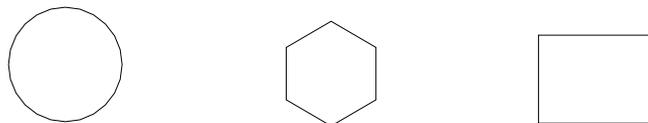

Рисунок 4.1
- на чистом поле чертежа выполнить построение (рисунок 4.1) трех простых фигур (окружность, шестигранник, прямоугольник);